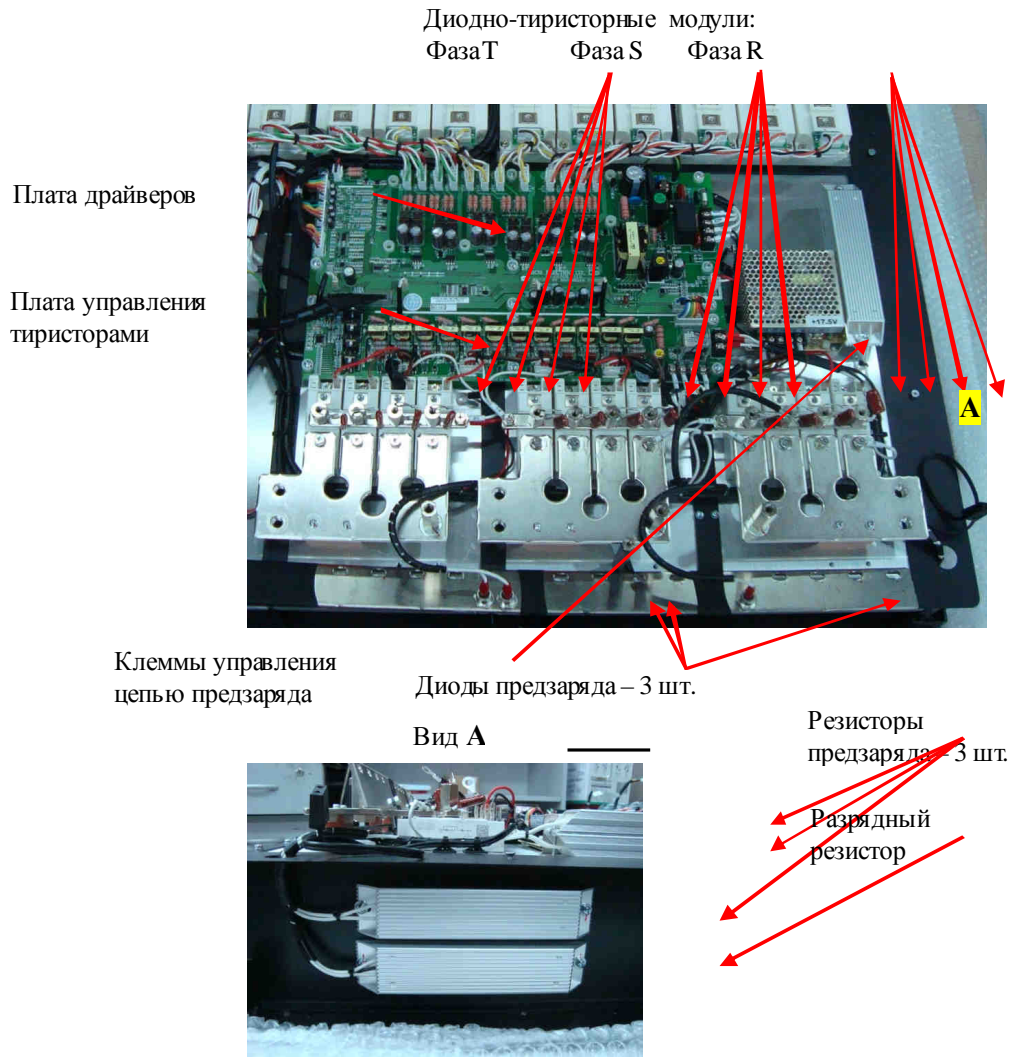

Рис. 4.7.
4.7.2.1. Демонтировать пульт управления, плату ЦП, блок конденсаторов и кожух в соответствии с разделом 5. Расположение диодно-тиристорных модулей показано на рис. 4.7.